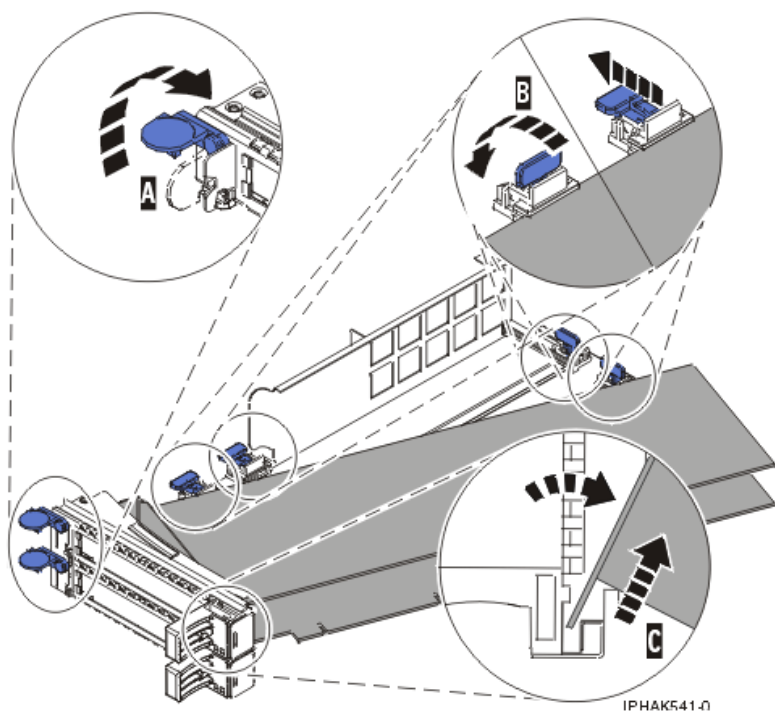
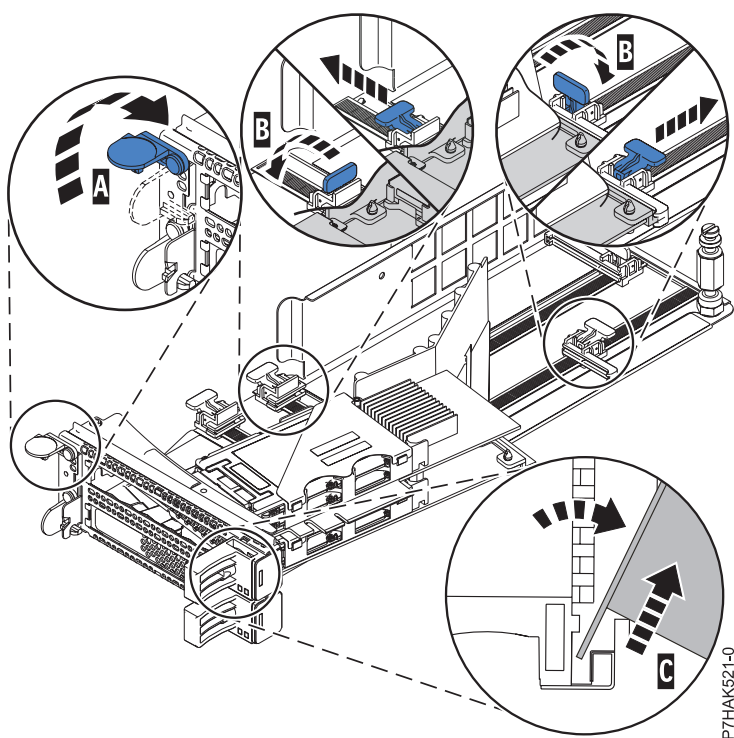

Figura 150. Adaptador que s'ha tret del casset d'adaptadors PCI
Figura 151. Adaptador PCIe RAID i SSD SAS que s'ha tret del casset d'adaptadors PCI
- d. Descargoleu el passador giratori (C) i poseu-lo en un lloc segur
- a. Obriu les peces de retenció (B) de l'adaptador fent girar els clips de retenció (A) fins que estigui en posició horitzontal. Consulteu Figura 150 a la pàgina 176. Si esteu traient un adaptador PCIe RAID i SSD SAS, consulteu Figura 151 a la pàgina 176.